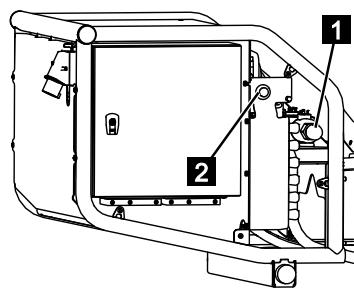

Abb. 176
- Das Ventil (Abb.176/1) eindrücken und im Uhrzeigersinn verriegeln.
- Den Taster [*Notbedienung*] (Abb.176/2) drücken und halten.